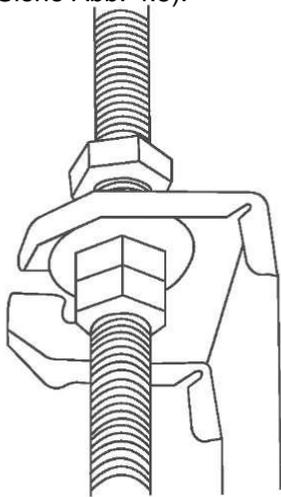

Abb. 4.5
5. Montieren Sie das Innengerät. Sie benötigen zwei Personen, um es anzuheben und zu montieren. Führen Sie die Abhängebolzen durch die Aufhängungsbohrungen im Gerät. Befestigen Sie das Gerät mit den mitgelieferten Unterlegscheiben und Muttern (Siehe Abb. 4.5).